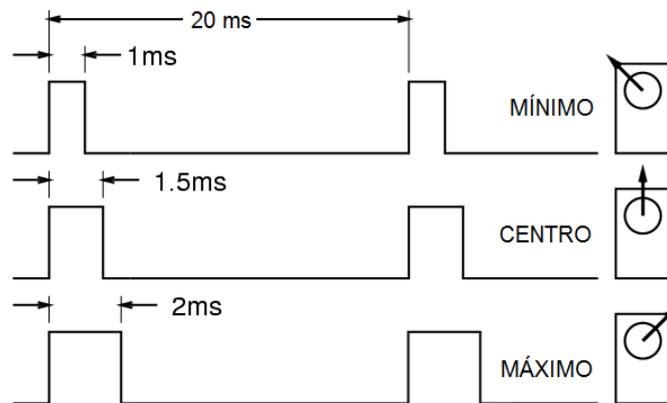

Figura 4 – Sinais de controle de um servomotor.
Em um **servomotor**, a posição é controlada com um sinal com período de 50 Hz e pulsos com largura de 1 até 2 ms, conforme ilustrado na figura 4. Variando-se a largura do pulso a posição pode ser variada em até 180°.
- Nesta atividade deverá projetado um circuito de controle de um servomotor com formas de onda conforme apresentado na figura 4 (frequência do sinal de 50Hz e largura do pulso em nível alto de 1ms a 2ms). A especificação da interface do circuito de controle de um servomotor é mostrada na figura 7 (entidade `controle_servo`).